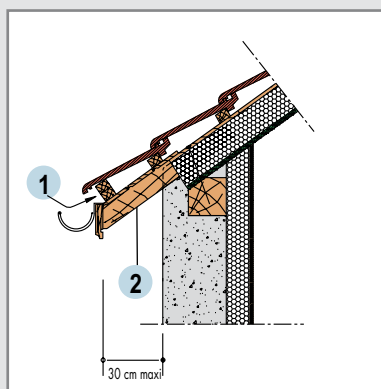

Fig. 12 : Égoût en débord avec faux chevron
- soit insertion à chaque jonction de panneau d'un faux chevron de l'épaisseur du panneau et d'une longueur permettant sa fixation dans la sablière ; dans ce cas, le débord sera limité à 30 cm (fig. 12 et 13).